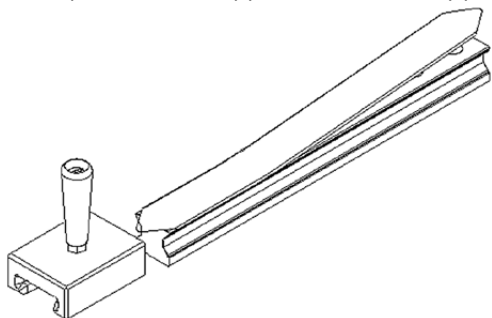

Рис.1.6 Установка ленты с помощью специального монтажного инструмента HIWIN
- ▶ Для этого поместите инструмент на установленном участке, как это показано на рис.1.6, затем переместите инструмент на всю длину рельса.